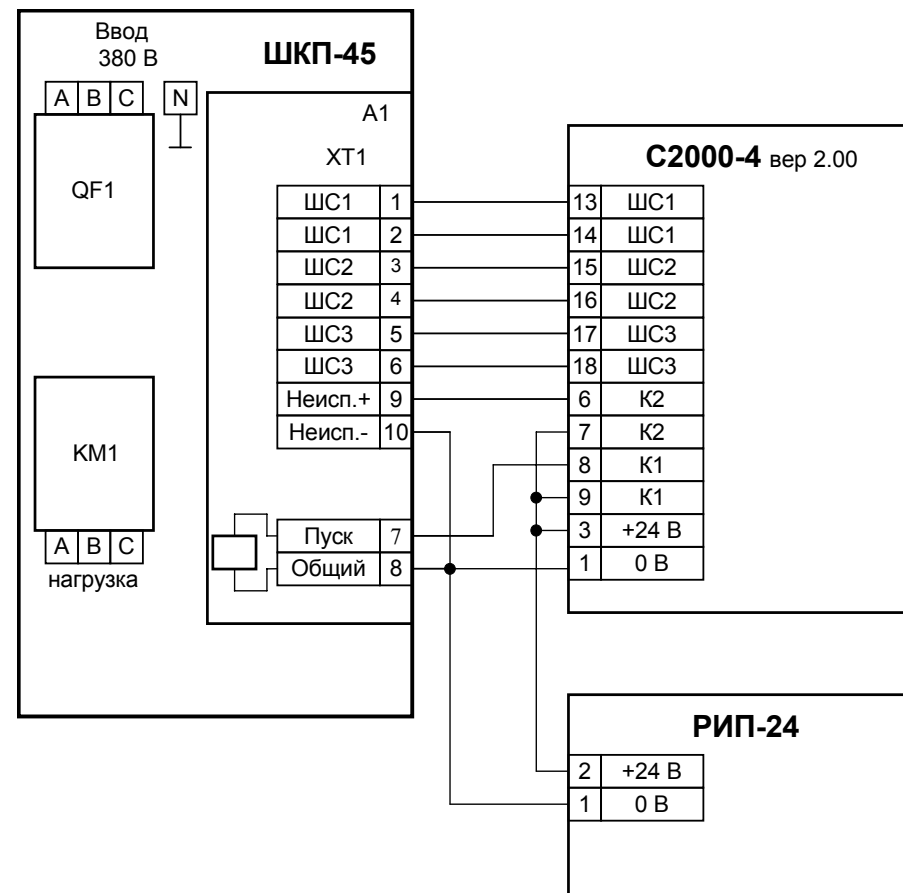

Рисунок 2 Пример подключения шкафа «ШКП-45» к прибору «С2000-4»
- 3) Подключить к шкафу провода питающего сетевого напряжения, цепей нагрузки и контроля состояния согласно схеме электрической рис. 2.